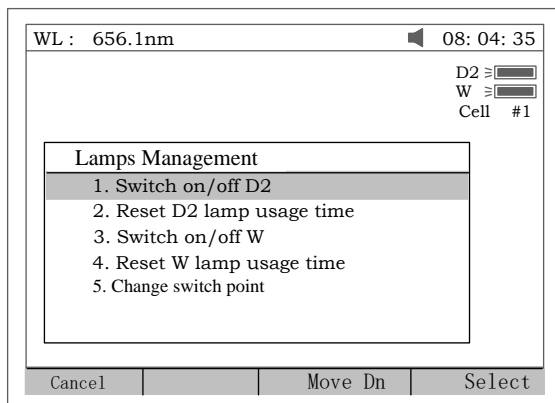
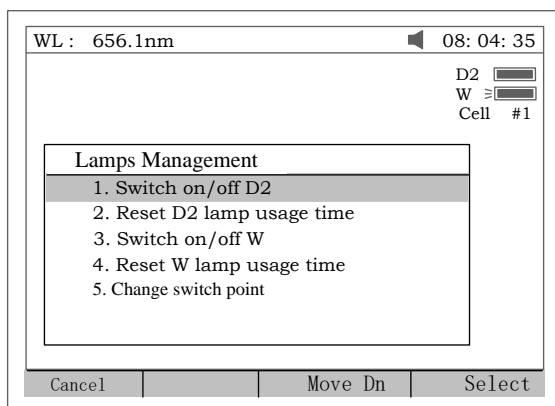
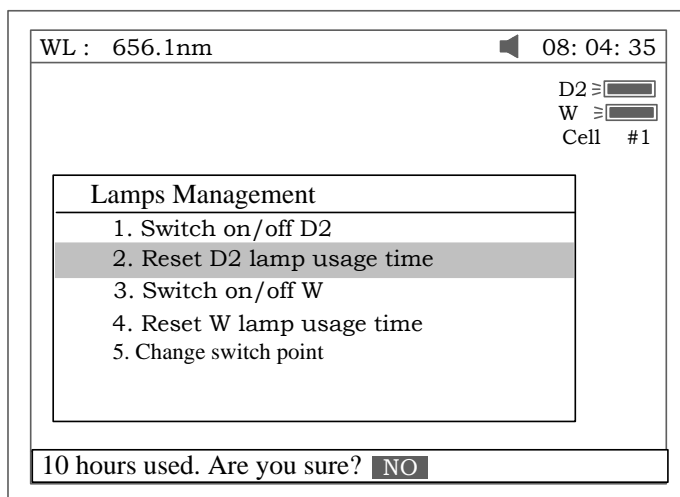
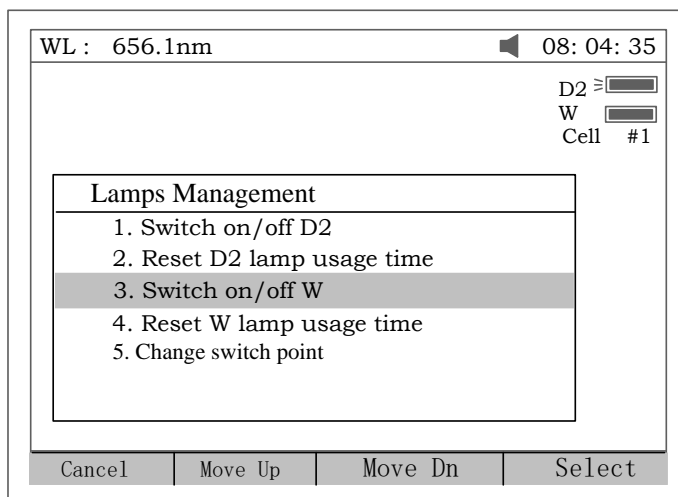

Рис. 78
Рис. 79
Рис. 80
Рис. 81
Для настройки параметров лампы нажмите клавишу [3] (Рис. 78). Для отмены нажмите клавишу [Отмена] ([ESC]).
1. В окне, показанном на Рис.78 нажмите клавишу [1] чтобы переключить вкл/выкл дейтериевую (D2) лампу (Рис. 79). Обратите внимание на значок D2 лампы вверх справа на экране.
2. Для сброса времени работы дейтериевой лампы нажмите клавишу [2] в окне, показанном на Рис.78 (Рис. 80). Используйте клавиши [↓] и [↑] чтобы выбрать опции «Yes» или «No» и затем нажмите клавишу [Ввод](ENTER).
3. Для переключения вкл/выкл вольфрамовой лампы, в окне, показанном на Рис.78 нажмите клавишу [3]. Обратите внимание, при включении вольфрамовой лампы вверх справа на экране отобразится значок W (Рис. 81).
4. Для сброса времени работы вольфрамовой лампы нажмите клавишу [4] в окне, показанном на Рис.78 (Рис. 82). Используйте клавиши [↓] и [↑] чтобы выбрать опции «Yes» или «No» и затем нажмите клавишу [Ввод](ENTER).
5. Для смены значения длины волны в точке переключения ламп (вольфрамовой и дейтериевой) нажмите клавишу[5] в окне, показанном на Рис.78 (Рис. 83).